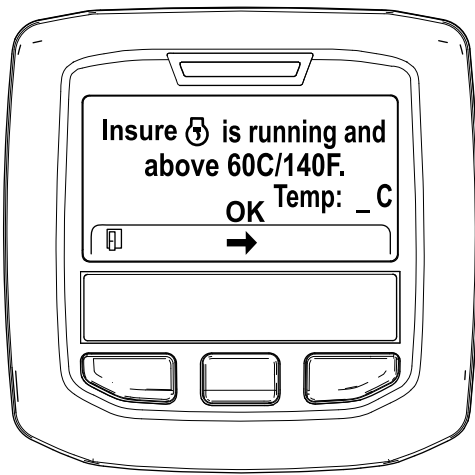

Figura 40
- Se a temperatura do líquido de refrigeração for inferior a 60°C, surge a mensagem "Insure  is running and above 60°C/140°F" (Confirme que está a trabalhar e acima de 60°C/140°F) (Figura 40).